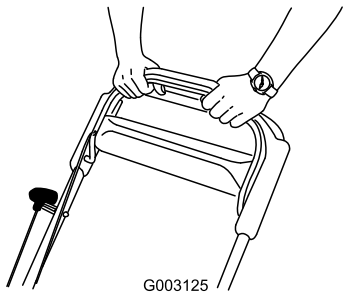

Рисунок 17
- Удерживайте штангу управления ножом прижатой к рукоятке (Рисунок 17).